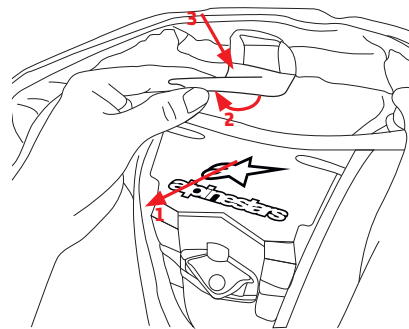
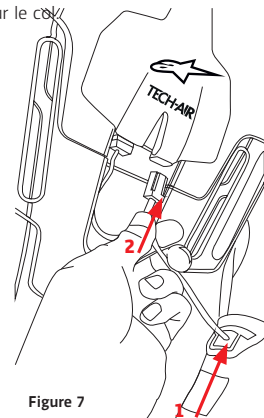

Figure 6
Figure 7
3. Plier le deuxième rabat velcro (12) puis fixer le col velcro sur le gilet compatible (13) à ce nouveau rabat, en le centrant correctement (Figure 6).
4. Fixer le velcro inférieur et (15) le velcro des épaules supérieures (14) aux patchs correspondants dans la doublure de la comboison sur les épaules gauche et droite.
5. Enlever la fiche de l'écran LCD de la pochette de rangement (17) puis la brancher dans la prise grise (5) (Figure 7).
6. Allumer le commutateur maître (8). Notez que le commutateur maître doit toujours rester sous tension sauf lors du transport ou du rangement.
8. Utiliser les fermetures éclairs jaunes sur la comboison (10) et le gilet compatible (1) pour fermer le gilet dans la comboison.